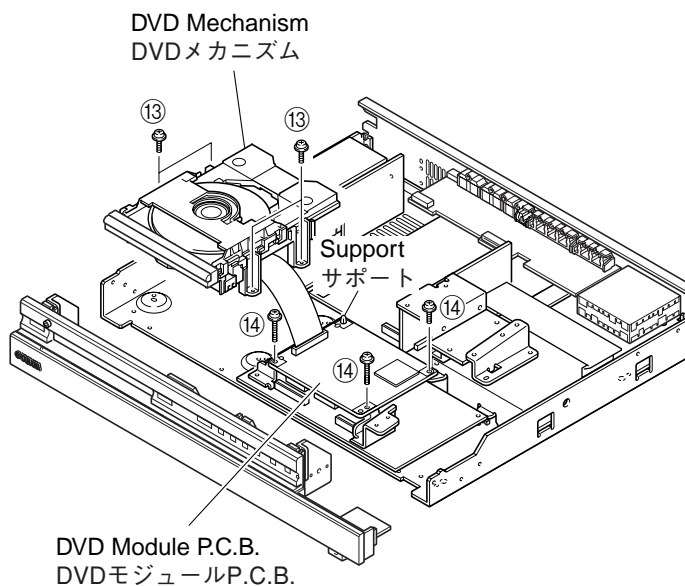

Fig. 7
- Remove 4 screws (13). (Fig. 7)
- Remove the DVD-Mechanism. (Fig. 7)
- Remove 3 screws (14). (Fig. 7)
- Remove the DVD module P.C.B. with the tip of the support pinched with pliers or the like. (Fig. 7)
- 13のネジ4本を外します。(Fig. 7)
- DVDメカを取り外します。(Fig. 7)
- 14のネジ3本を外します。(Fig. 7)
- サポートの先をペンチ等でつまみながら、DVDモジュールP.C.B.を取り外します。(Fig. 7)